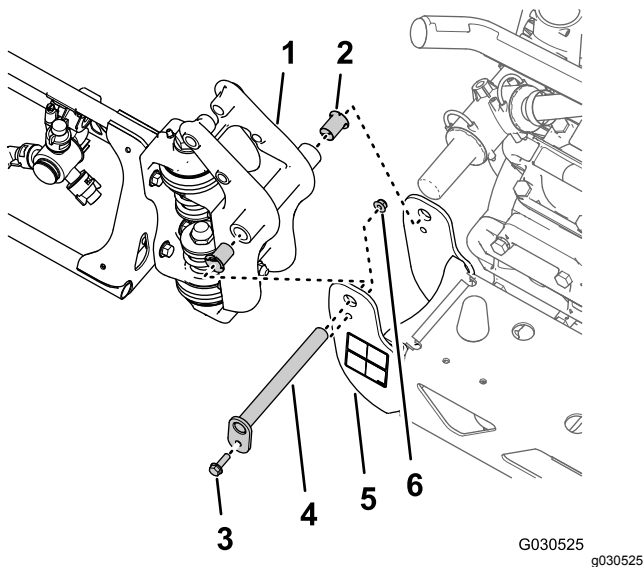

Рисунок 74
1. Удалите фланцевый болт (5/16 x 1 дюйм) и фланцевую контргайку (5/16 дюйма), которые крепят ось поворота к кронштейну оси поворота (Рисунок 74).
- Снимите ось поворота с поворотного кронштейна средней секции стрелы и крепления оси поворота наружной секции стрелы (Рисунок 74).
- Отделите наружную секцию стрелы от средней секции стрелы и снимите наружную секцию с машины (Рисунок 74).
- Снимите 2 нейлоновые фланцевые втулки с крепления оси поворота наружной секции стрелы (Рисунок 74).